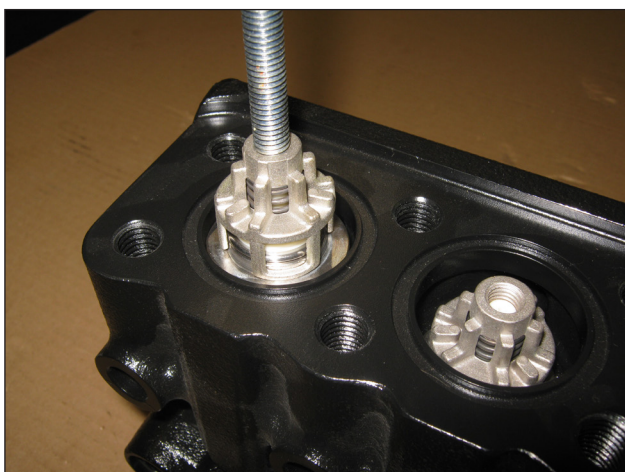

Fig. 18
- Retirer les groupes soupape d'admission et de refoulement à l'aide de l'extracteur à percussion réf. 26019400 (Fig. 18).